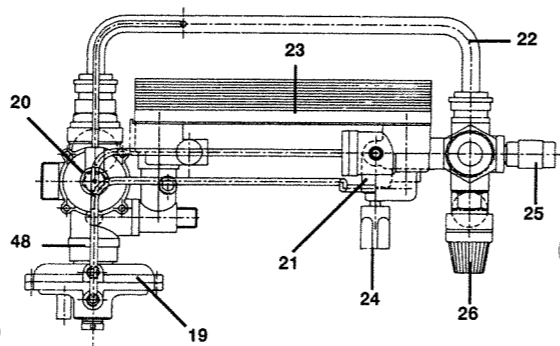

Figura 10
- * svuotare l'impianto, se possibile il più, se possibile imitarmente alla caldaia, mediante l'apposito rubinetto di scarico (25 figura 10);